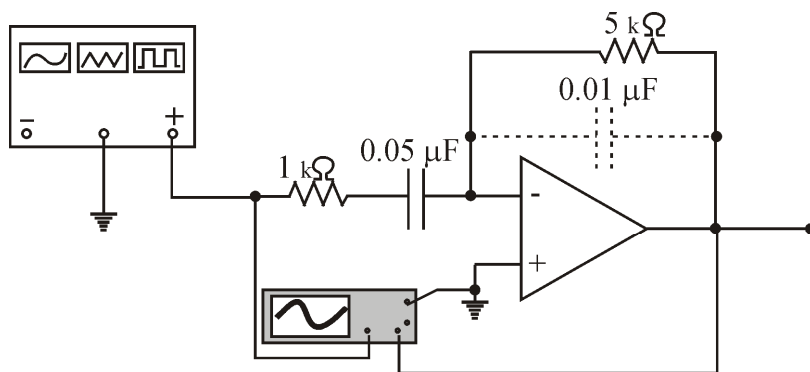

Рис.2.14. Дифференциатор
7.1. Источником сигнала для дифференциатора будет служить схема интегратора с линейно изменяющимся напряжением на выходе (см. рис.2.13). Подайте сигнал с выхода интегратора или функционального генератора на вход дифференциатора (рис.2.14).